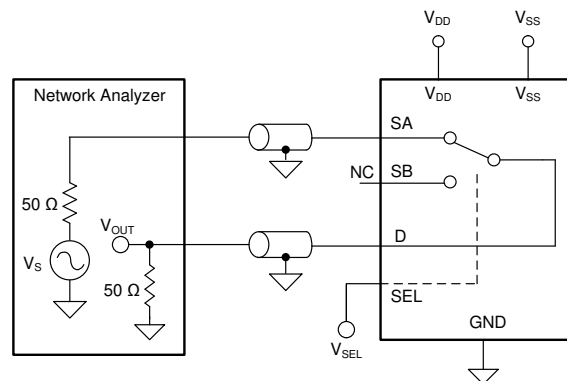

図 6-10. 帯域幅測定時の設定
帯域幅は、入力をオンチャネルのソースピン (Sx) に印加したときに、TMUX6136 のドレインピン (D) で測定される出力の減衰量が、3dB 未満である周波数の範囲として定義されます。図 6-10 に、マルチプレクサの帯域幅を測定する際の設定を示します。減衰の計算に式 4 を使用します。